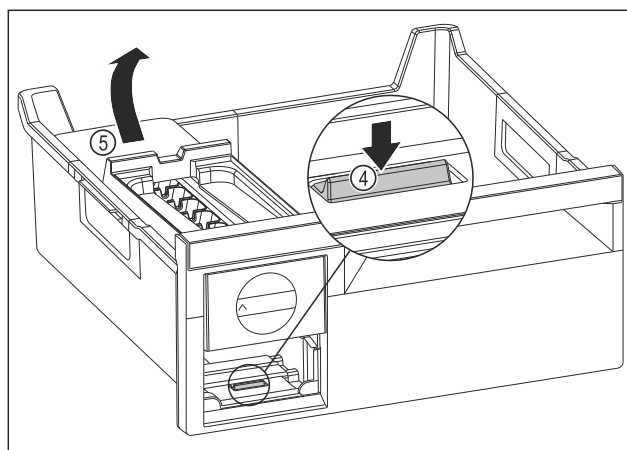

Fig. 106
- ▶ Vyjmutí korpusu EasyTwist-Ice: Lamelu Fig. 106 (4) zatlačte prstem směrem dolů a zároveň nadzvedněte druhou rukou korpus EasyTwist-Ice Fig. 106 (5) zezadu.